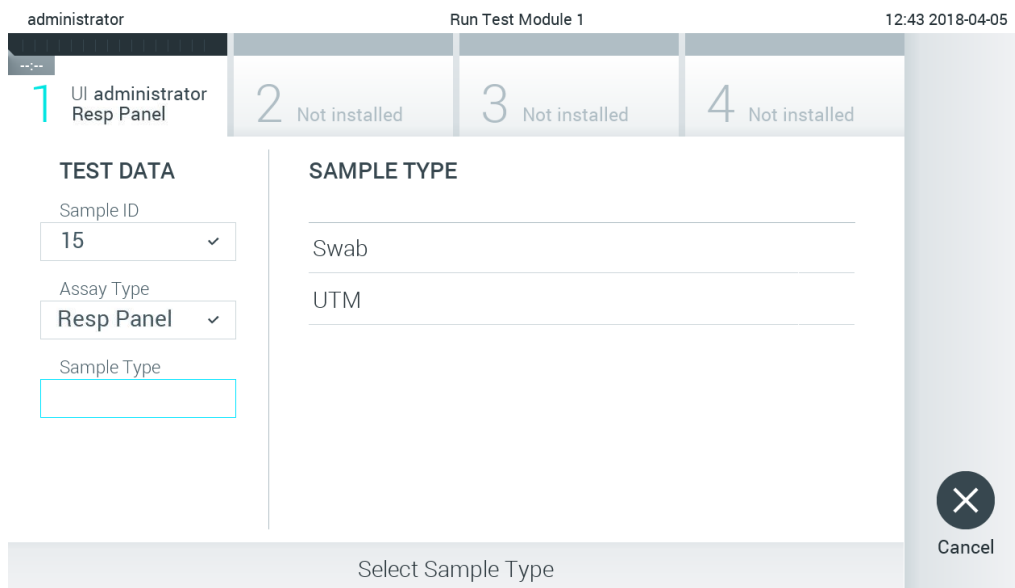

Bild 85. Välja provtyp.
5. Fältet Assay Type (Analystyp) kommer att anges automatiskt och, vid behov, måste en lämplig Sample Type (Provtyp) väljas manuellt från listan (bild 85).